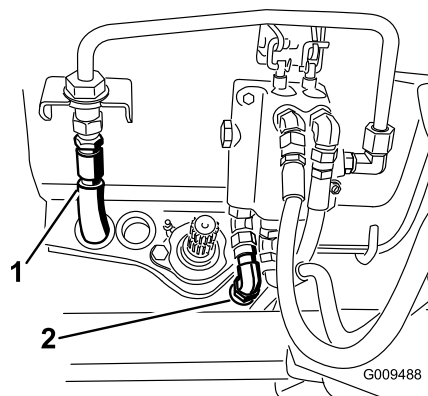

Figura 76
17. Scollegate il flessibile del serbatoio dalla tubazione rigida della valvola di regolazione (Figura 76).
19. Scollegate il flessibile della pressione dalla valvola di regolazione (Figura 76).